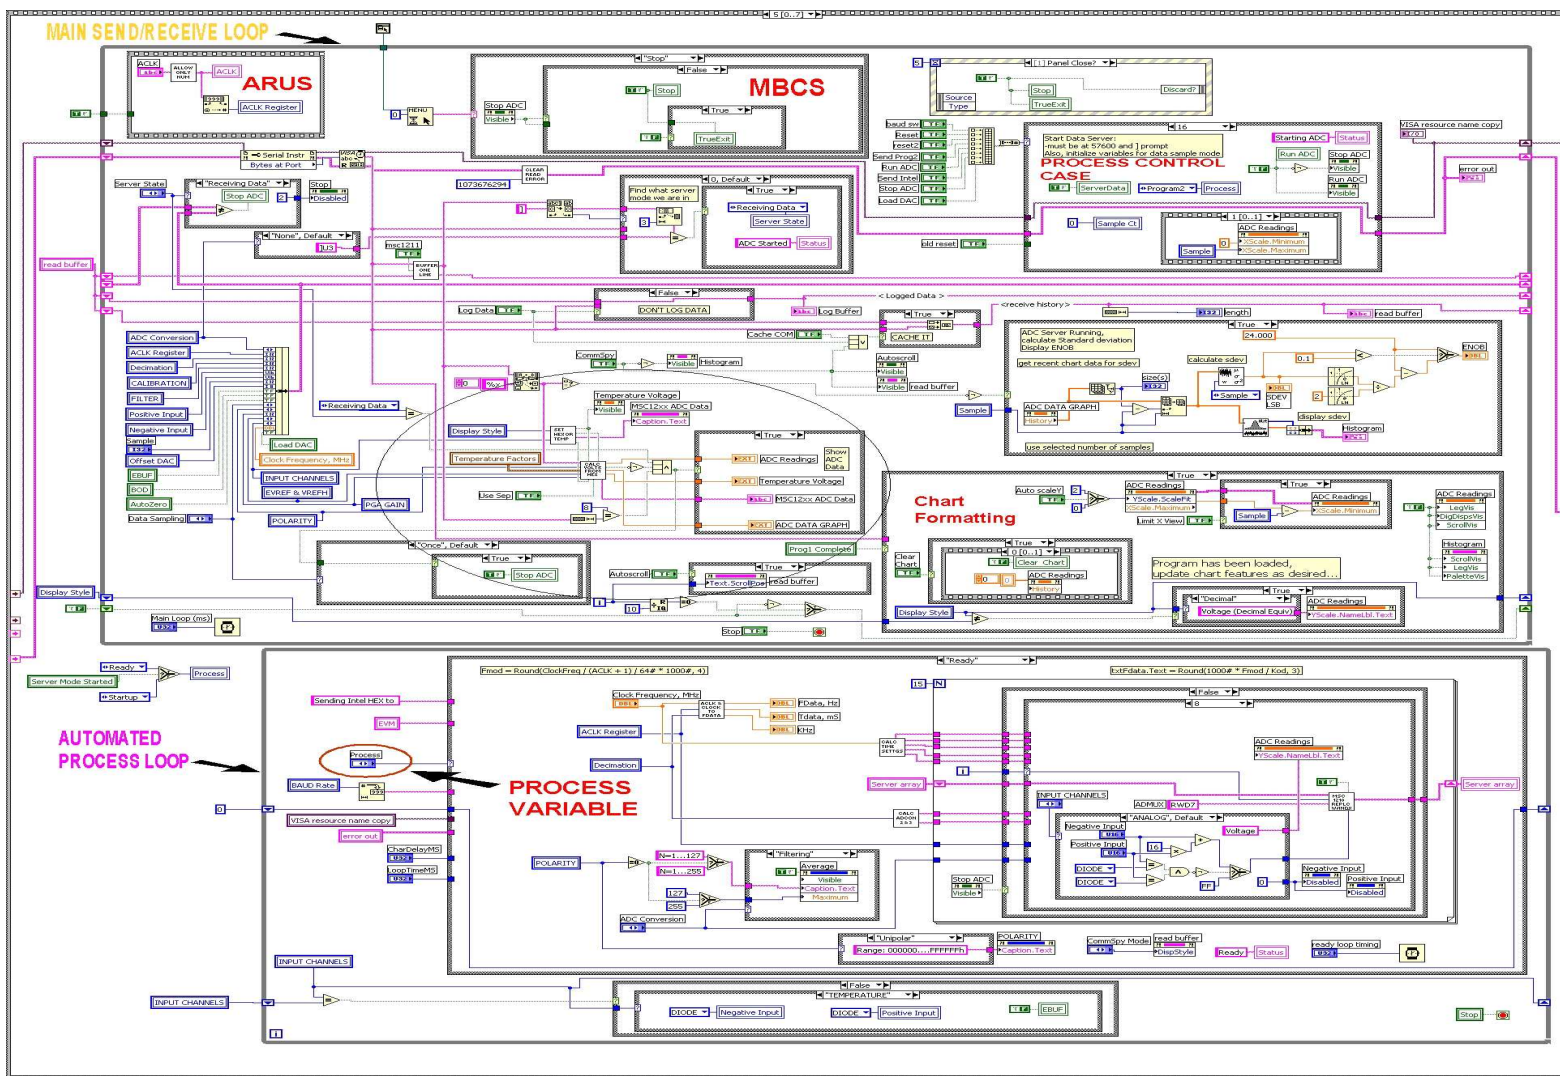

图 5. 主循环和过程循环
- 步骤 5：主程序—大量的程序操作在此处执行。在此步骤中有两个同时执行的 *while* 循环。最大的循环是主发送/接收循环（位于图 5 顶部），它可以控制其它循环。较小的循环用于 MSC 设备自动加载 Intel hex 数据，并在每次运行模数转换器 (ADC) 之前将命令配置字符串发送至 MSC。较小的循环状态是由过程变量控制的，就绪状态用于保证配置阵列在每次 ADC 开始运行之前得到更新。*Program2* 状态用于在收集数据前立即向 ADC 加载配置字符串。